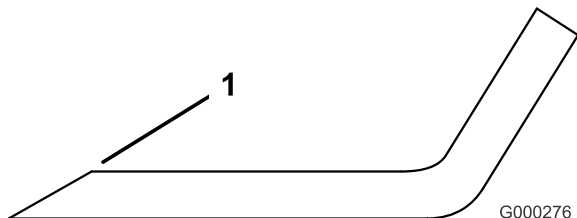

Figura 100
- Utilice una lima para afilar el filo de corte en ambos extremos de la cuchilla (Figura 100). Mantenga el ángulo original. La cuchilla permanece equilibrada si se retira la misma cantidad de material de ambos bordes de corte.